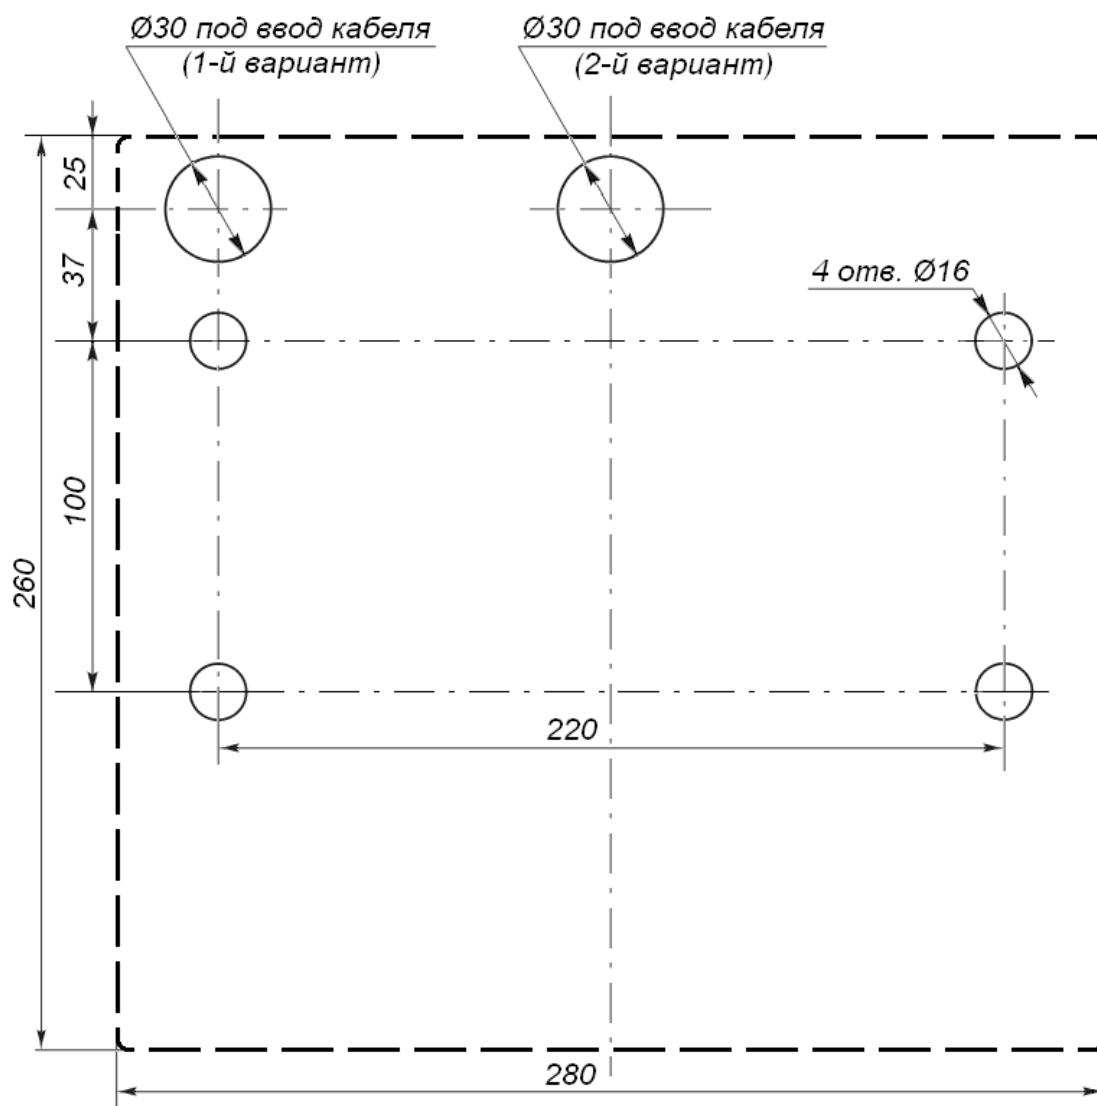

Рисунок 11. Разметка отверстий в полу под крепление стойки турникета и отверстия для ввода кабелей
2. Подготовьте в полу отверстия под гильзы анкеров (12) для крепления стойки турникета (см. рис. 11) и кабельные каналы согласно планировке проходной. При необходимости прокладки кабелей под поверхностью пола подготовьте в полу кабельный канал, подходящий к отверстиям для ввода этих кабелей в стойку турникета (вариант 1 или 2 на рис. 11).